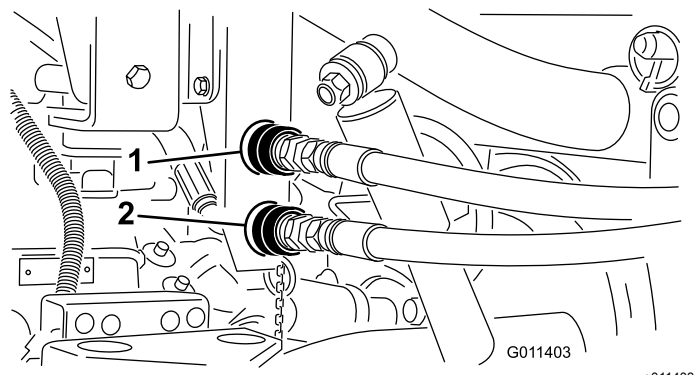

图17
3. 连接之前需要清洁铺沙机接头图17上的任何污垢。肮脏的接头可能会将污染物带入液压系统。清洁之后将两个快速接头都连接到 Workman。软管被标记为“A”和“B”在安装时将要与快速接头相匹配。确保两个快速接头都完全接合。
注意 图17 所示的接头来自于序列号为 239999999 之前的工作车。